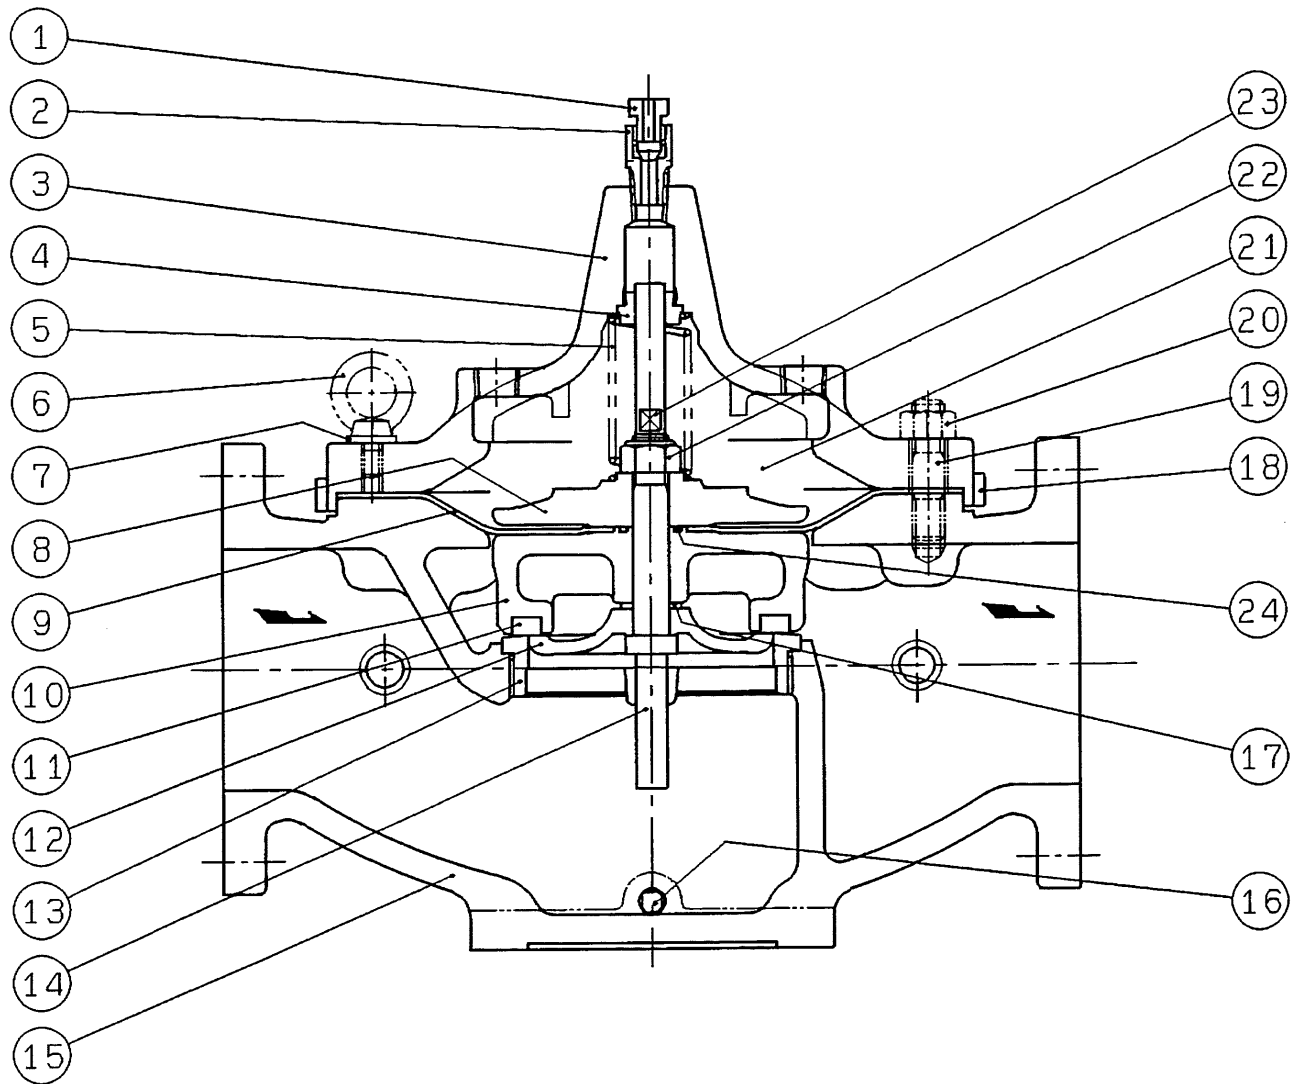
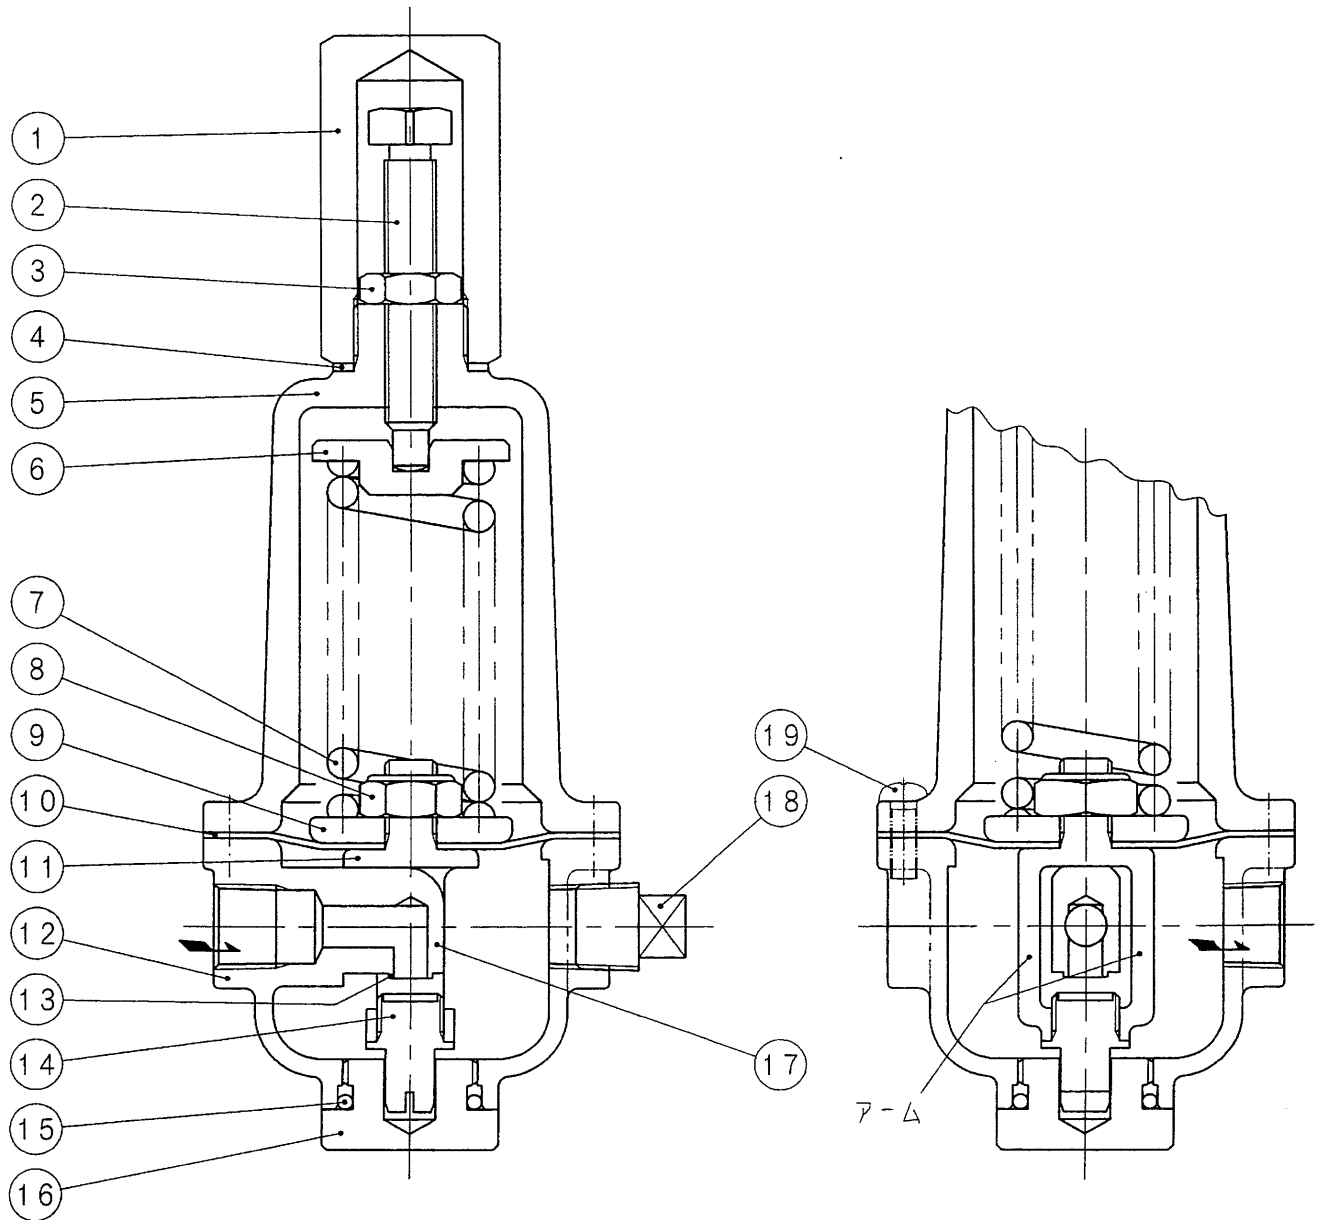
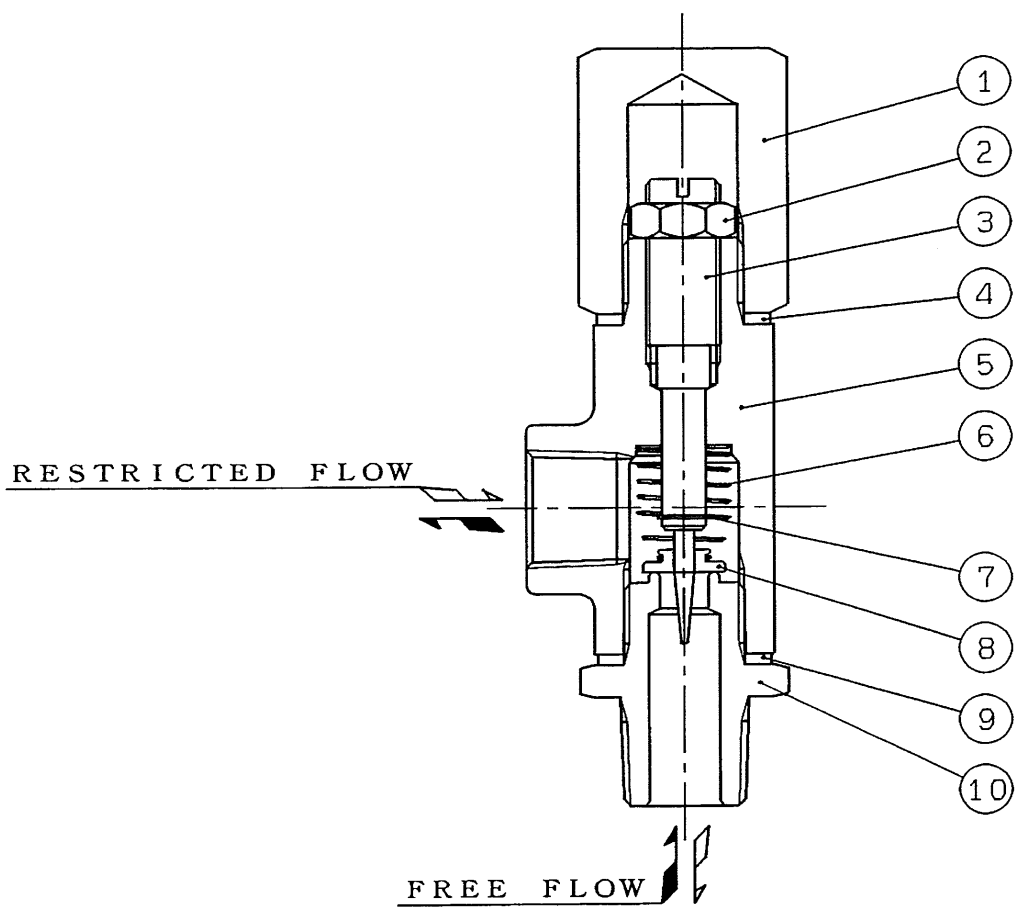
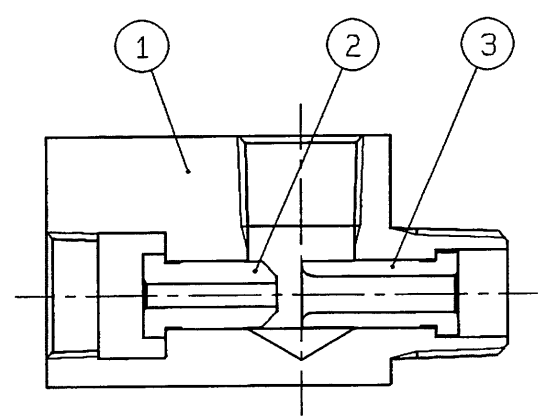

図2 OD3型ダイヤフラム式基本弁
図3 PPD48型減圧弁
図4 QRH5型流量調節弁
図5 NSN3型エゼクタ
2. 1 PFD42型減圧弁は、二次側圧力を検出して動作するPPD48型減圧弁(C) [図3] をパイロット弁としてOD3型ダイヤフラム式基本弁(A) [図2] のダイヤフラム室(21)の圧力を制御することにより、その弁体(11) (主弁体) を動作させて二次側圧力を一定に保持するものです。従って、OD3型ダイヤフラム式基本弁(A)のダイヤフラム室(21)の圧力はPPD48型減圧弁(C)へ流出する流体の量により制御されますから、PFD42型減圧弁は流出制御式のパイロット作動形減圧弁です。
2. 2 QRH5型流量調節弁(E) [図4] は呼び径40～80の弁にのみ付いており、PFD42型減圧弁の流量がごく少ないときに、たまたま発生しがちな二次側圧力のハンチングやサイクリング及び振動などを減衰、消去する機能を有しています。
2. 3. 1 運転中開閉弁(F)のみ閉止した場合、OD3型ダイヤフラム式基本弁(A) [図2] のダイヤフラム室(21)へ流体の供給がなくなりますから弁体(11) (主弁体) は全開します。通水初期のブローオフなどに利用できます。
3. 1 減圧弁を取付ける前にOD3型ダイヤフラム式基本弁(A) [図2] の弁箱(15)内に異物が入っていたり輸送中に減圧弁が破損していないかお確かめください。防止処置は施してありますが念のためお調べください。
3. 3 配管に際しては流体の流れ方向とOD3型ダイヤフラム式基本弁(A) [図2] の弁箱(15)に鋳出してある矢印の方向を必ず一致させてください。また、Y型ストレーナ及び予備弁(玉形弁)を備え更に前後弁(仕切弁)と圧力計を取付けるようご計画ください。
3. 7 配管の応力をなるべく OD 3 型ダイヤフラム式基本弁 (A) [図 2] の弁箱 (15) にかけないよう注意してください。弁箱 (15) にかかる応力が過大になりますと摺動部がゆがみ、円滑な摺動ができなくなったり弁体 (11) (主弁体) と弁座 (13) の当たりが悪くなったりします。
4. 1 減圧弁の取付けが終わりましたら、PPD 4 8 型減圧弁 (C) [図 3] の保護筒ふた (1) を取外し、六角ナット (3) を緩めて調節ねじ (2) を左回転 [時計の針と逆方向] し、あらかじめ少々圧縮されている調節ばね (7) [輸送中に調節ばねが遊動しないようにしたもの] を完全に緩めます。
4. 3 アクセサリ回りの配管やOD 3型ダイヤフラム式基本弁(A) [図 2]のダイヤフラム室(21)に空気が滞留している状態のまま減圧弁を使用しますと、ノイズやウォーターハンマなどの誘因となることがあります。通水初め(水張時)には、流体に押されて大量の空気がOD 3型ダイヤフラム式基本弁(A)のダイヤフラム室(21)に入って来ますから、OD 3型ダイヤフラム式基本弁(A)の頂部についている空気抜弁体(1)を緩めてダイヤフラム室(21)の空気を完全に排出してください。また、アクセサリ回りの一番高い箇所の銅管継手用ナットを緩めてこの部分の空気も完全に排出してください。
4. 4 その後、PPD 48型減圧弁(C) [図 3]の調節ねじ(2)をゆっくり右回転[時計の針と同方向]して、二次側圧力を所要圧力(設定圧力) + 縮切昇圧 [表 3 参照] まで上昇させます。
4. 6 二次側圧力を高めるには、PPD 48型減圧弁(C) [図 3]の調節ねじ(2)を右回転[時計の針と同方向]し、低めるには左回転[時計の針と逆方向]します。
4. 7 呼び径 40 ~ 80 の弁に付いているQRH 5型流量調節弁(E) [図 4]はメーカー工場で調整済みですが、流量がごく少ない時にハンチングや振動を起こす場合には、ふた(1)を外し六角ナット(2)を緩めてステム(3)を右回転[時計の針と同方向]してください。
4. 8 PPD 48型減圧弁(C) [図 3]は、万一ダイヤフラム(10)が破損しても液体が外部に流出しない密閉形構造になっています。調整が終わりましたらPPD 48型減圧弁(C)の六角ナット(3)及び保護筒ふた(1)は、スパナなどの工具を用いてきつく締付けてください。
5. 1 OD3型ダイヤフラム式基本弁(A) [図2] とアクセサリ回りの分離
PPD48型減圧弁(C) [図3], NSN3型エゼクタ(D) [図5] 及びQRH5型流量調節弁(E) [図4] (呼び径40~80のみ) などのアクセサリ回りは、ねじ込み継手、管などによりOD3型ダイヤフラム式基本弁(A)に連結されていますから、管継手及びユニオンを外しますと、OD3型ダイヤフラム式基本弁(A)から取外せます。
5. 2 PPD48型減圧弁(C) [図3]
5. 3 QRH5型流量調節弁(E) [図4] (呼び径40~80のみ)
5. 4 NSN3型エゼクタ(D) [図5]